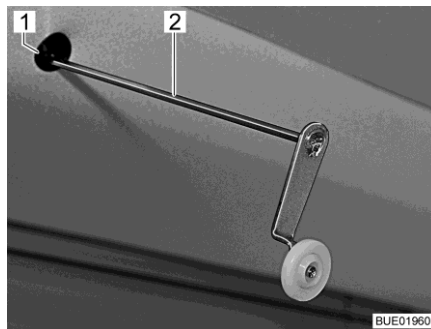

Bild 136 Vev för nöddrift
- Stick den medföljande veven (Bild 136,2) eller insexnyckeln i hållaren (Bild 136,1) vid motorn. Upptagningen är placerad i avsnittet bländskydd uppe till vänster på den höjbara sängen.